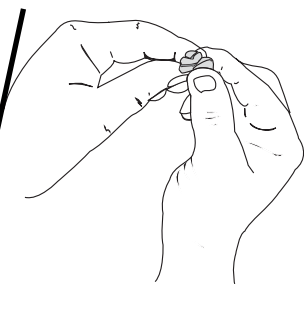

Fig. 25
5. Pressez le filtre pour répandre et drainer l'excédent d'huile (Fig. 25).